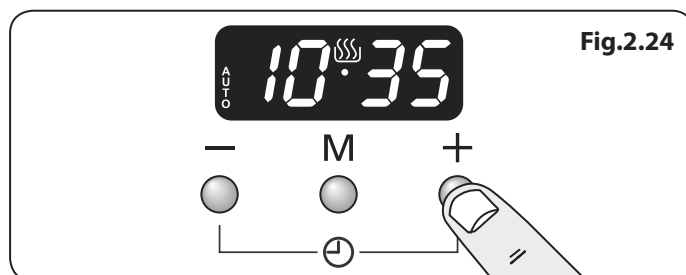

Fig.2.24
2. Sélectionner l'« heure d'arrêt » à l'aide des boutons [+] ou [-]. L'écran indiquera l'heure ainsi que les symboles AUTO et Cuisson (Fig.2.24).